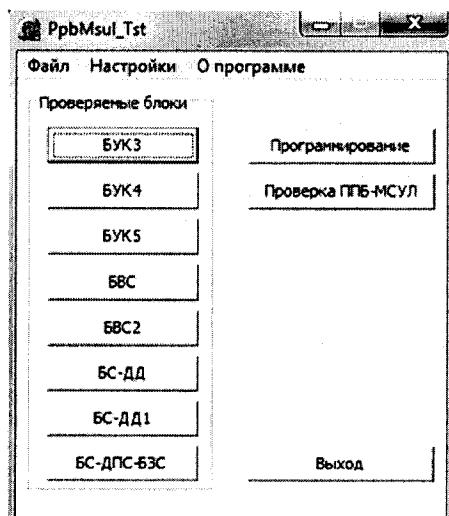
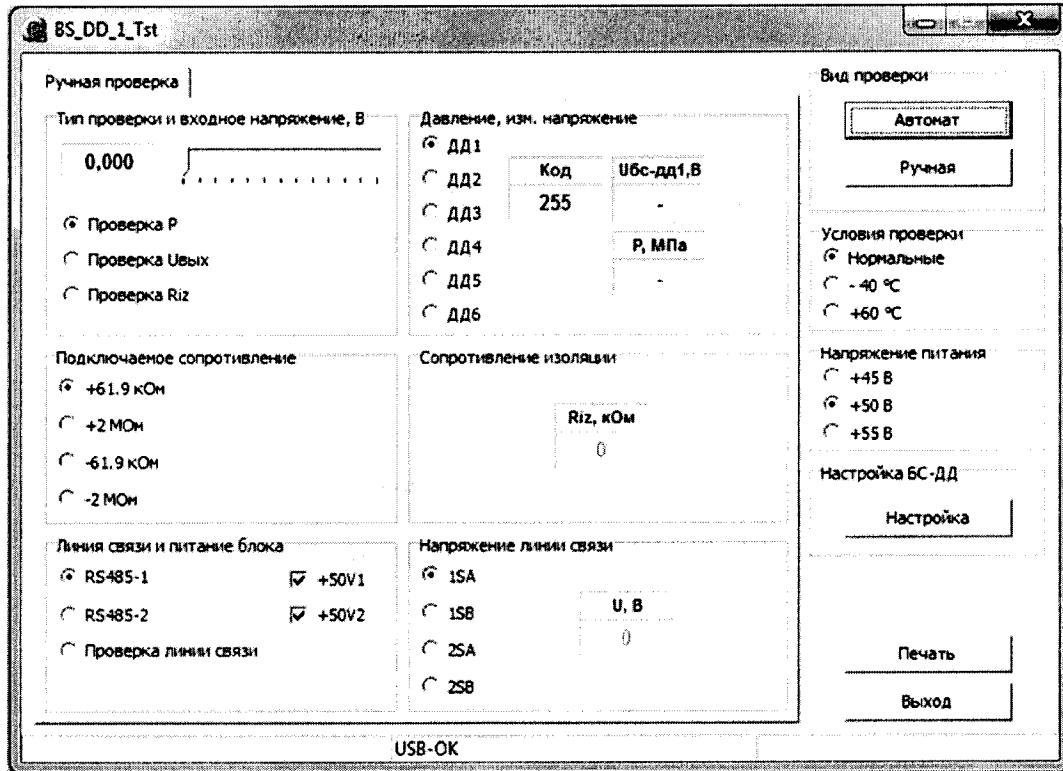

Рисунок 1
Рисунок 2
8.4.1 В поле «Проверяемые блоки» программы «PpbMsul\_Tst.exe» выбрать «БС-ДД1» (рисунок 1), откроется окно «BS\_DD\_1\_Tst» (см. рисунок 2).
8.5.2 В окне «PpbMsul\_tst» в поле «Проверяемые блоки» выбрать «БС-ДД1» (рисунок 1). Откроется окно «BS\_DD\_1\_Tst», приведенное на рисунке 2.